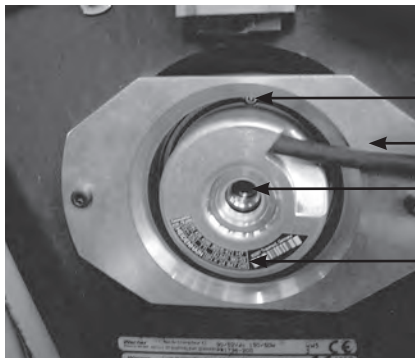

Abb. 7:
Den Typ des Gebers anhand der Bezeichnung auf dem Typenschild des Gebers ermitteln (Abb. 7).
**WICHTIG:** Den an der Bremse XAP2L befestigten Träger des Gebers (Pos. 2 Abb. 7) nicht demontieren. Dieser wird im Werk mit Hilfe eines Spezialwerkzeugs auf ein Zehntel genau zentriert.
- Die Befestigungsschraube des Gebergehäuses (Pos. 1 Abb. 7) im Träger lösen (2 Umdrehungen mit Schlüssel SW2).
- Die kleine Schraube Chc M2.5 (Pos. 1, Abb. 7) (Drehmoment-Schraubendreher SW2) des Gebergehäuses mit einem Anzugsmoment von 1.25 Nm 0/-0.2 Nm anziehen.